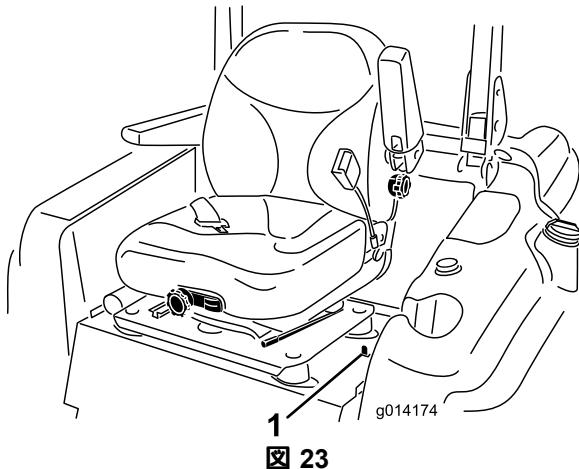

図 23
1. 運転席の左側に配置されている座席固定ラッチを後ろに倒すと、運転席全体を前に倒せるようになります(図 23)。